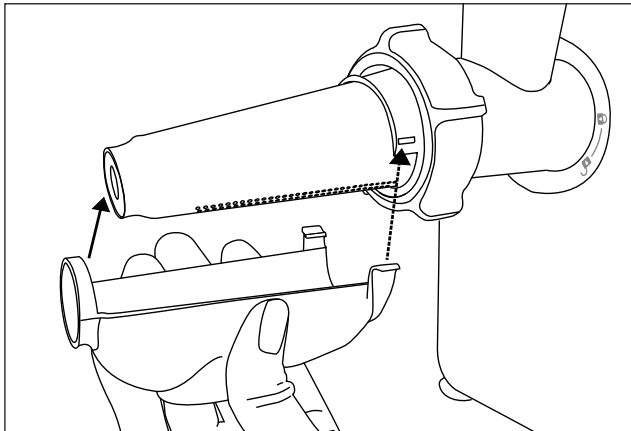

Abb. 2
- 8) Befestigen Sie die Auffangschale **8** an dem Passiersieb **10** (siehe Abb. 2). Dazu schieben Sie den Ring auf die Spitze des Passiersiebes **10** und haken die Verschlüsse **7** beidseitig am breiten Ende ein. Das Loch in der Auffangschale **8** zeigt nach unten.